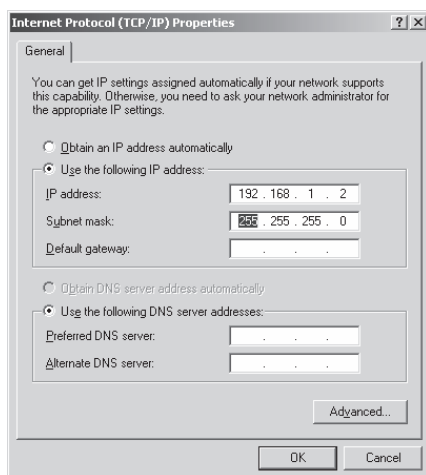

Рис. 10. Окно «Свойства: Протокол Интернета (TCP/IP)»
6. Выберите позицию **Use the following IP Address (Использовать следующий IP-адрес)** и введите параметры, как это показано на рис. 10.